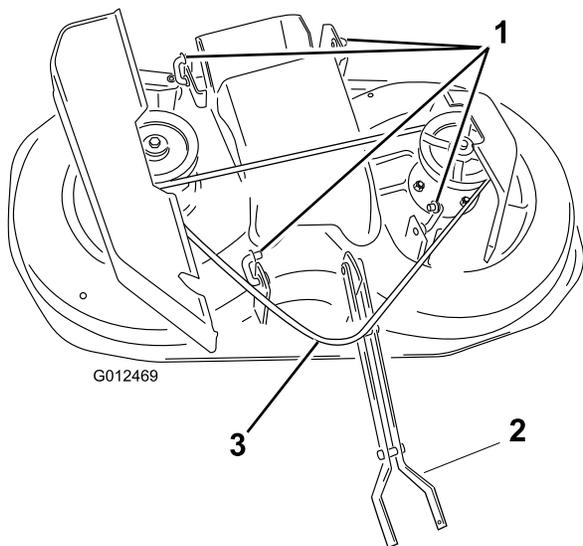

Bild 42
- Nehmen Sie den Riemen von der Kupplungsscheibe ab (Bild 42).
- Entfernen Sie die Stifte aus den vier Hecklenkern und nehmen die Lenker vom Traktor ab (Bild 42).
Hinweis: Die Lenker müssen nicht vom Mähwerk abgenommen werden, siehe (Bild 42).